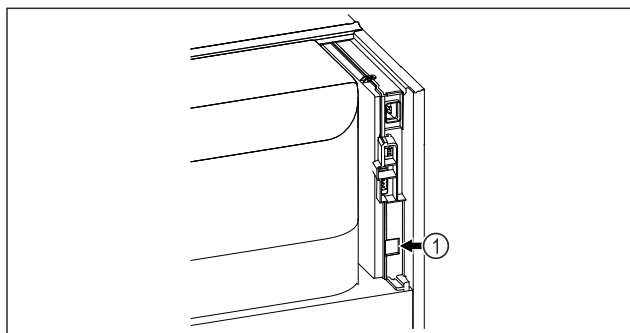

Fig. 129
- Se utiliza SmartModule Fig. 129 (1).